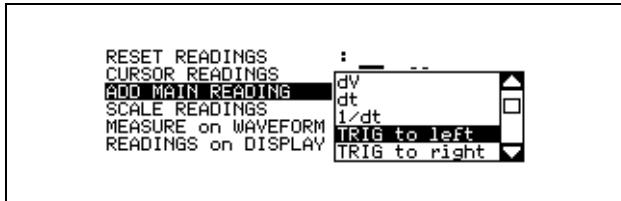

Abbildung 6-1 Fenster mit Cursor-Messungen
2. Erhellen Sie ADD MAIN READING auf der zweiten Bildschirmseite des "More Scope"-Fensters. Drücken Sie , damit das Listenfeld geöffnet wird. Das Listenfeld ADD MAIN READING erlaubt Ihnen die Auswahl des Cursor-Meßwerts, der auf der Anzeige dargestellt werden soll. Eine Liste der möglichen Messungen ist in Abbildung 6-1 aufgeführt.